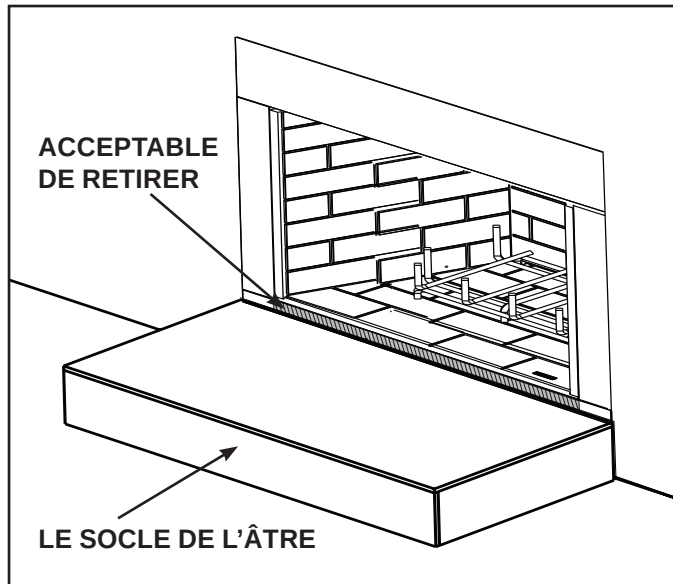

Figure 3.6 Boîte à feu à combustible solide
- Il est possible d'enlever un bord métallique qui dépasse le socle de l'âtre de la boîte à feu à combustible solide. Voir la figure 3.6.